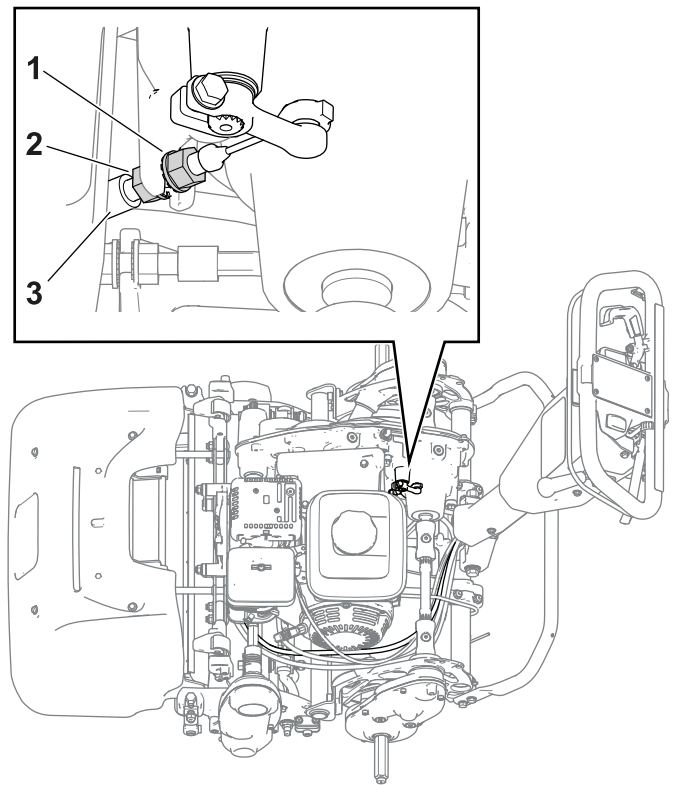

Bild 35
- Lösen Sie die vordere Kabelklemmmutter und ziehen Sie die hintere Klemmmutter an, um die Spannung des Bremszugs zu erhöhen (Bild 35). Schritt 2 wiederholen und ggf. die Spannung anpassen.
- Lösen Sie die hintere Kabelklemmmutter und ziehen Sie die vordere Kabelklemmmutter an, um die Spannung des Bremszugs zu verringern (Bild 35). Schritt 2 wiederholen und ggf. die Spannung anpassen.